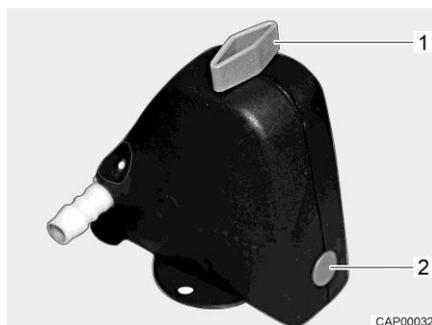
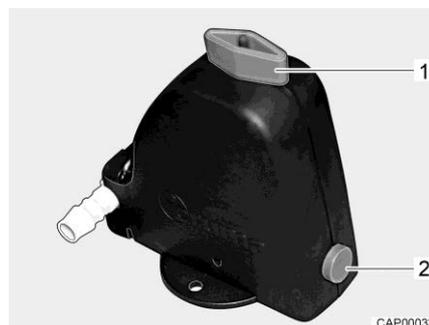

Fig. 144 Valve de sécurité et de vidange fermée
Fig. 145 Valve de sécurité et de vidange ouverte
- Ouvrir la valve de sécurité et de vidange (Fig. 144). Tourner le bouton rotatif (Fig. 144,1) dans le sens longitudinal par rapport à la valve de sécurité et de vidange. Le bouton-poussoir (Fig. 144,2) ressort. La valve de sécurité et de vidange ouverte est représentée à la Fig. 145.